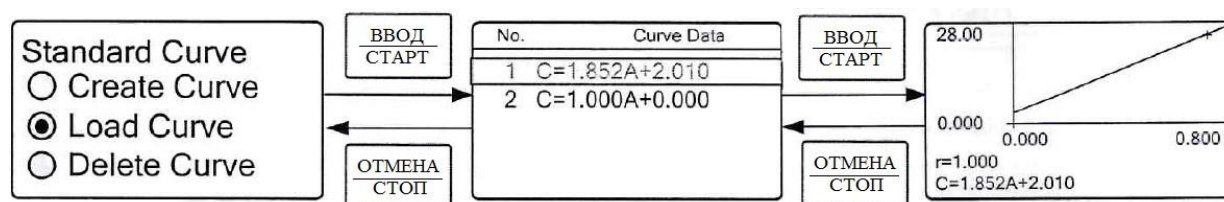

Рисунок 20. Перечень сохраненных методик
2.4.2.11. Загрузка сохраненного в памяти спектрофотометра градуировочного графика осуществляется из меню по пункту 2.4.2.2. Выберите с помощью кнопок “▲” и “▼” строку “Load Curve” и нажмите кнопку “ВВОД/СТАРТ”. В появившемся окне на дисплее (Рисунок 20) спектрофотометр предложит выбрать один из ранее созданных градуировочных графиков. Внутренняя память спектрофотометра позволяет хранить до 200 графиков, чтобы выбрать нужный, воспользуйтесь кнопками “▲” и “▼” и выберите формулу, соответствующую требуемому графику, для подтверждения выбора нажмите кнопку “ВВОД/СТАРТ”.